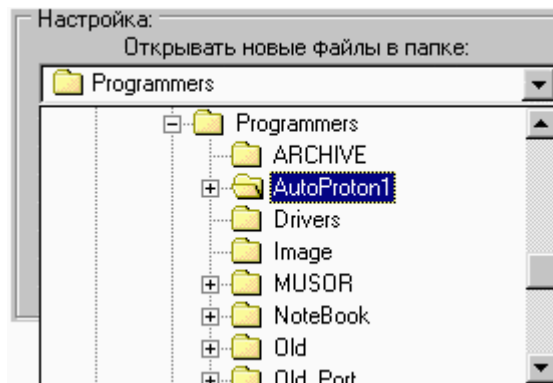

Рис.4.42. Окно-редактор с выпадающим списком папок
- откроется выпадающий список (рис.4.42);